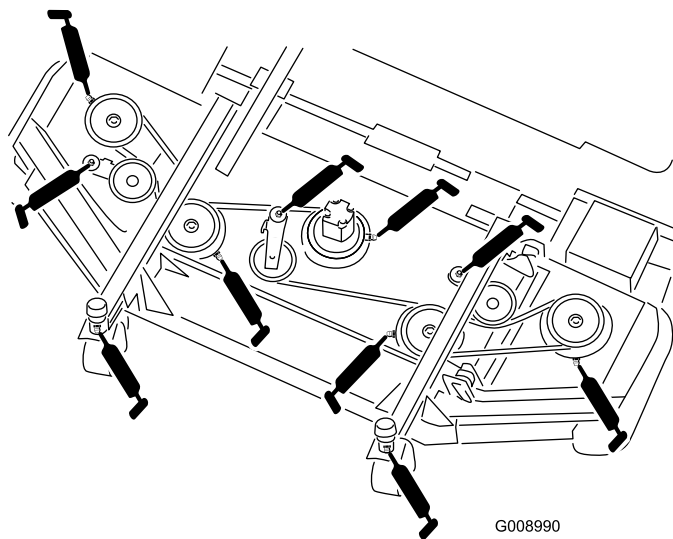

Figure 52
- 2 bagues d'axe de chape de roue pivotante (Figure 52)
- 5 paliers d'axes de pivot (sur le logement d'axe), comme montré à la Figure 52
- 3 bagues de pivot de bras de tension (sur l'axe de pivot de poulie de tension), comme montré à la Figure 52